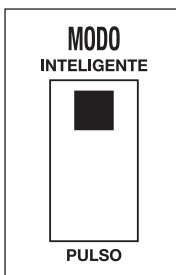

Figura 1: Selección de modo
El SmartPlus tiene un selector de "selección de modo" que permite dos modos de operación. Se puede seleccionar el modo "Pulso" o el modo "Inteligente" con el selector ubicado en la tarjeta de control electrónico montada en la base del capacitor (consulte la Figura 1). Una luz LED amarilla indica el modo que está seleccionado. Toda la operación es automática; no se requiere ajustar manualmente ni el temporizador ni la temperatura.
7. El SmartPlus se envía de la fábrica en modo "Inteligente". Para cambiar la bomba a modo "Pulso", retire los dos tornillos de la tapa del capacitor y quítela. Cambie la posición del selector en la tarjeta de circuito a "Pulso" (vea la Figura 1). Reinstale la tapa del capacitor y fjela con los dos tornillos.